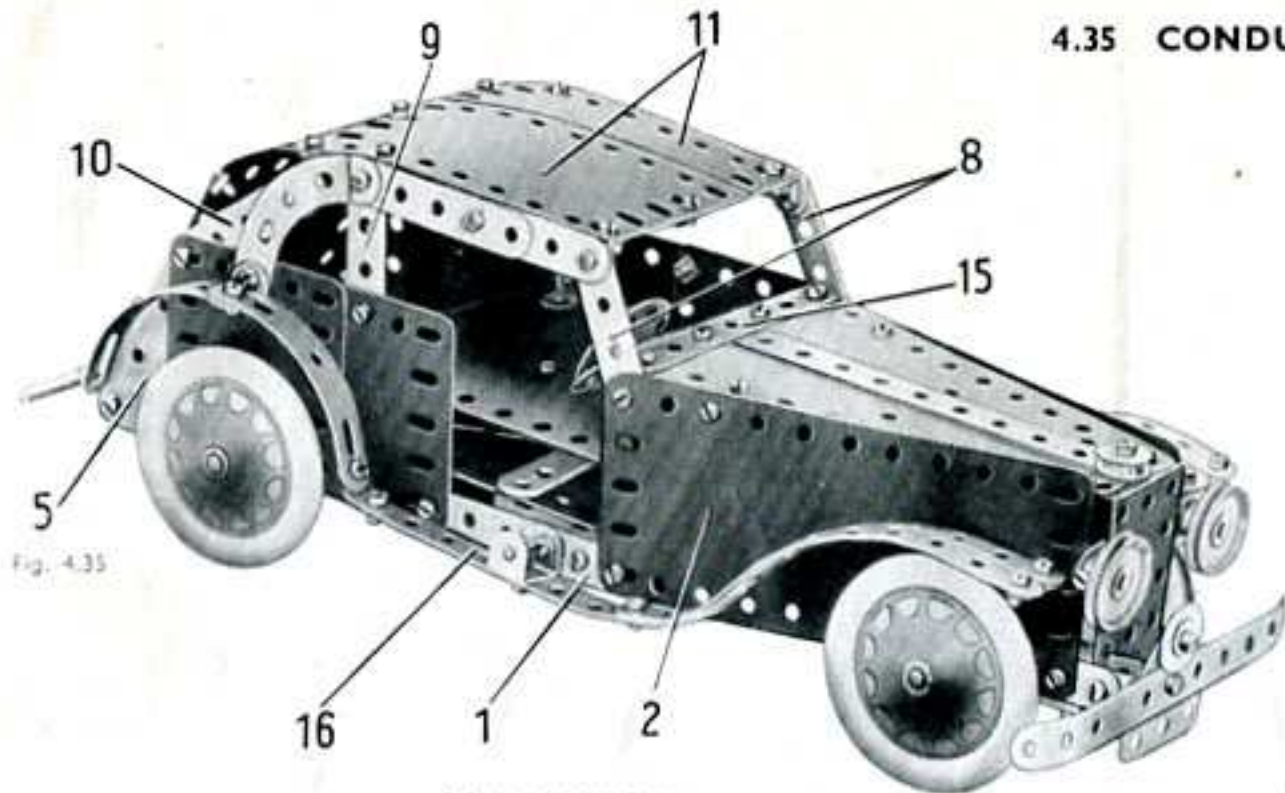

Fig. 4.35
L'autre côté est formé par une plaque flexible de 14 x 6 cm. (2), deux plaques cintrées de 43 mm. préalablement aplaties et une plaque flexible triangulaire de 6 x 4 cm. (5). Un intervalle est ménagé entre les plaques pour le passage du levier du moteur (fig. 4.35).